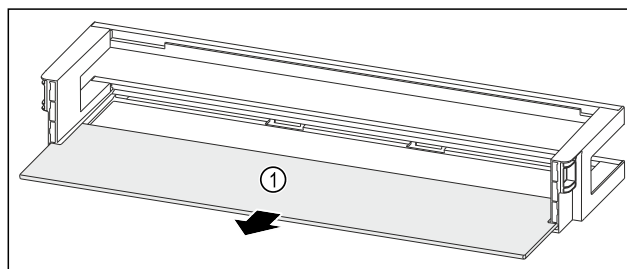

Fig. 194 Polica u vratima s policom za odlaganje
- Izvadite policu Fig. 194 (1).